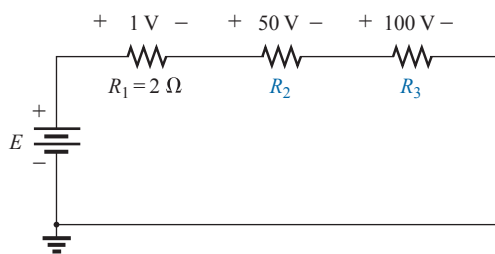

Figura 5.109 Problema 25.
25. Determine os valores dos resistores desconhecidos na Figura 5.109 usando apenas os níveis de tensão fornecidos. Não calcule a corrente!